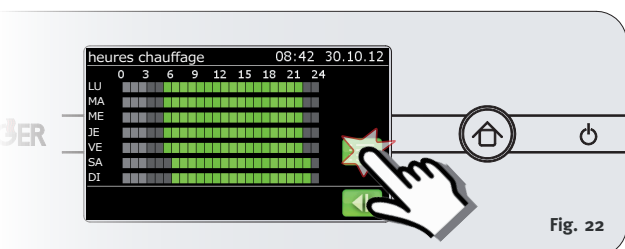

Fig. 22
3. Pour entrer ou modifier des horaires de chauffage, pressez **Menu** ( Fig. 22).